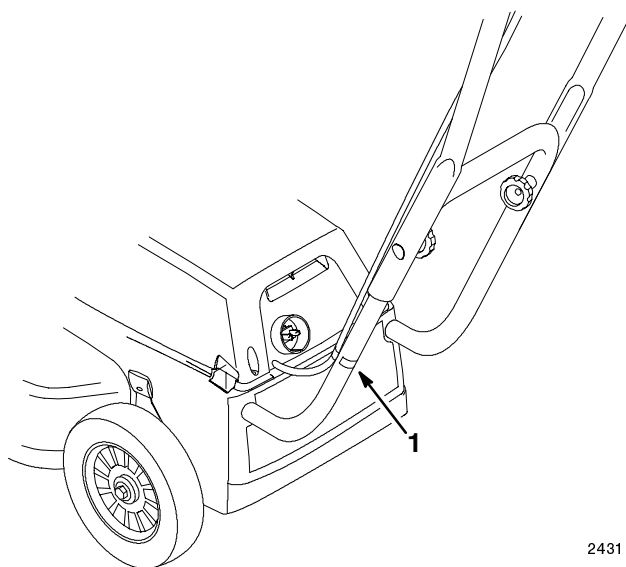

Figure 5
4. Si le mancheron est réglé à la hauteur maximum, fixer le câble à l'aide du collier au montant de gauche du mancheron inférieur (Fig. 5).